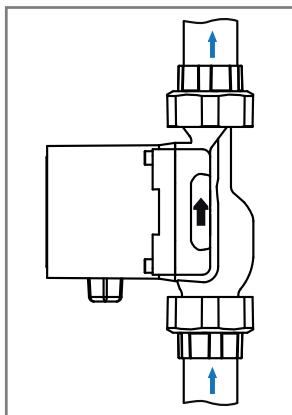

Рис.4. Направление потока
- При монтаже насоса необходимо установить обратный клапан за насосом. Перед насосом рекомендуется устанавливать фильтр механической очистки. Стрелка на корпусе насоса указывает направление протекания рабочей жидкости (**см. Рис.4**);